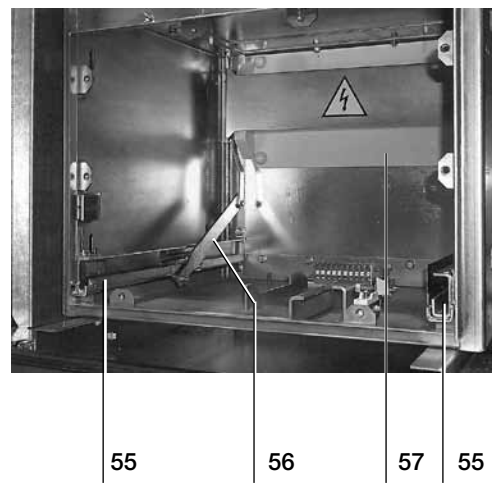
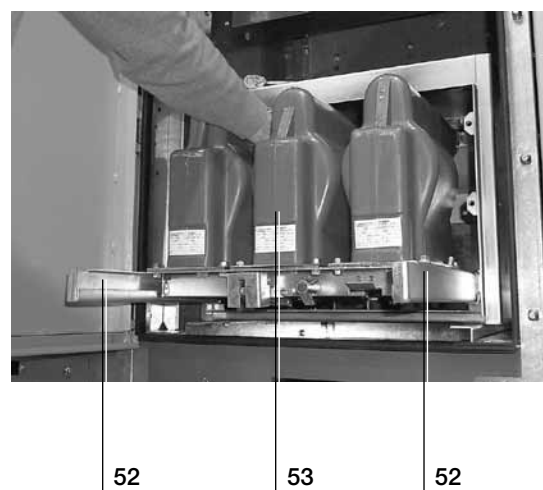

Fig. 11b
Fig. 11f
Le compartiment transformateur de tension (fig. 11) se compose d'une cellule (fi. 11 d) dans laquelle est inséré un chariot débrochable (fig. 11f) avec à bord les transformateurs (53) (fig. 11f) et les fusibles de protection correspondants.
Le chariot débrochable (fig. 11f) est totalement démontable du compartiment, ce qui permet de changer les fusibles en toute sécurité. Un volet métallique approprié (57) (fig. 11b) empêche le contact avec les bornes de moyenne tension lorsque le chariot est débroché.
- les glissières (fig. 11b) (55) pour le chariot
- volet métallique (57) (fig. 11b) de cloisonnement des contacts fixes de sectionnement placés à l'intérieur des monoblocs et cinématismes d'actionnement des cloisonnements (56) (fig. 11b)
- transformateurs de tension (TT) (53) (fig. 11f)
- glissières supplémentaires gauche et droite (52) (fig. 11f).